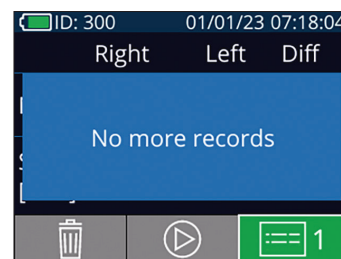

Fig. 29
- Cuando aparezca el mensaje **No more records**, quiere decir que se ha alcanzado la medida pupilar más antigua de las guardadas (Fig. 29).